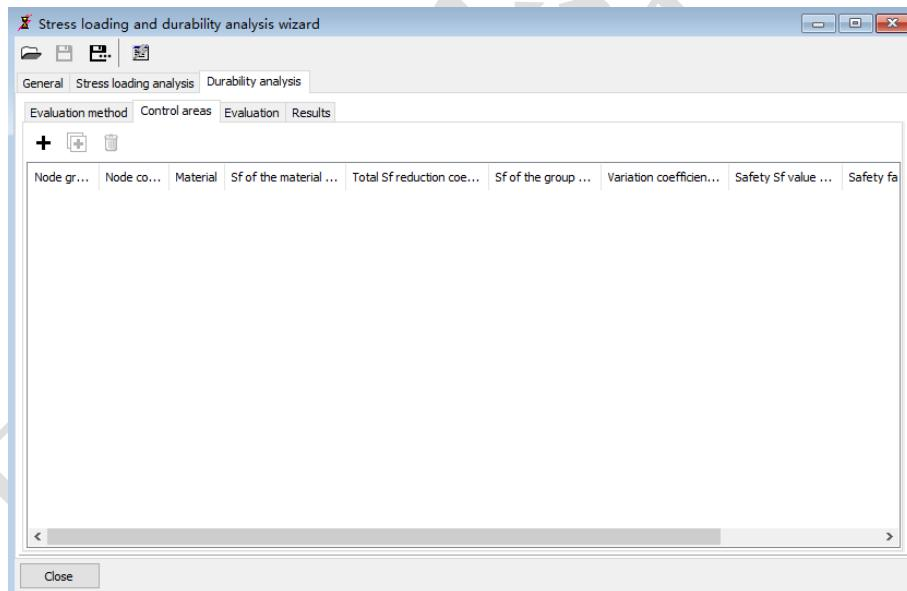

图 2.37
1. 定位到**Durability analysis | Control areas**页面,如图 2.37所示。